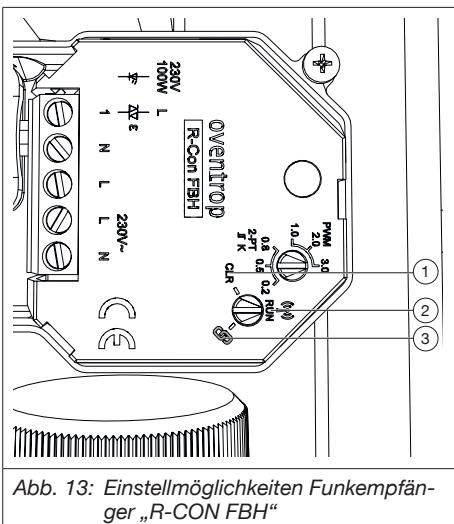

Abb. 13: Einstellmöglichkeiten Funkempfänger „R-CON FBH“
(siehe Abb. 13 auf Seite 13 (3)). Die LED fängt an zu blinken.